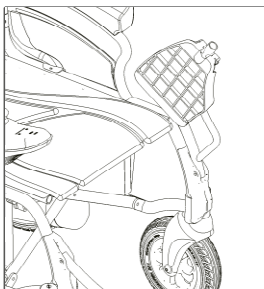
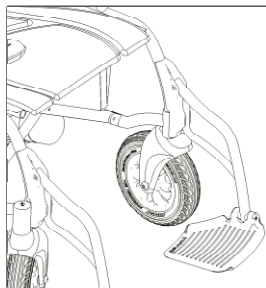

Figura 11
Figura 12
- Uso della base mobile: quando la sedia a rotelle elettrica è dotata di una base mobile, ruoti la base mobile dalla posizione della Figura 11 alla posizione della Figura 12 lungo l'asse di rotazione, assicurandosi che ruoti nella scanalatura della parte in plastica e apra il pedale; la sequenza d'azione è invertita per il ripiegamento. (Nota: la funzione è adatta solo ai modelli dotati di una base mobile)